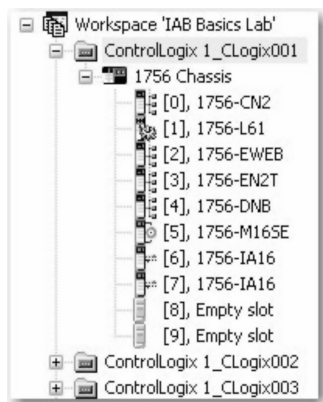

图 26-82 机架中的模块
2. 单击硬件树中第一个项目旁的加号 (ControlLogix 1_CLogix001)。IAB 会显示 1756 机架。展开该机架, 查看其中的模块。右键单击列表中的各项以查看可用选项, 如图 26-82 所示。